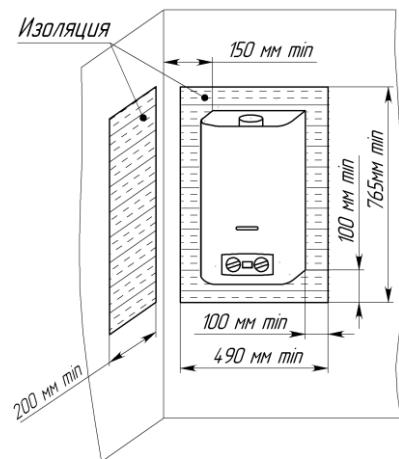

Рисунок 2. Установка аппарата на трудносгораемых стенах
2.1.6. Допускается установка аппарата на трудносгораемых стенах при условии изоляции стены оцинкованным листом толщиной 0,8...1 мм по листу базальтового теплоизоляционного картона БТК толщиной 3...5 мм. Изоляция стены должна выступать за габариты корпуса аппарата не менее чем на 100 мм с каждой стороны (рис. 2).